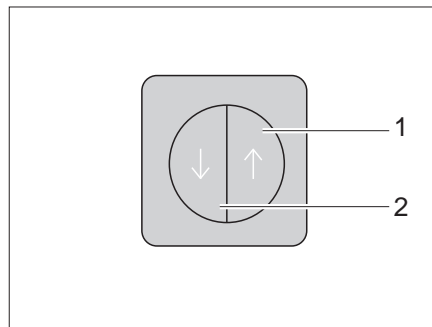

Bild 100 Schalter für Zentralverriegelung der Küchenbedienzeile
Die Küchenbedienzeile ist mit einer Zentralverriegelung ausgestattet. Die Klappen und Schubfächer des Küchenblocks lassen sich über den Schalter (Bild 100) manuell verriegeln und entriegeln.
- Schalter (Bild 100,2) drücken. Klappen und Schubfächer des Küchenblocks sind verriegelt.
- Schalter (Bild 100,1) drücken. Klappen und Schubfächer des Küchenblocks sind entriegelt.